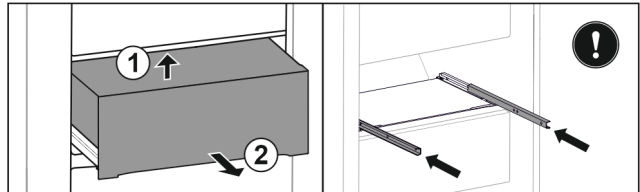

Fig. 29*
- ▶ Levántelo desde la parte inferior hacia atrás Fig. 29 (1)*
- ▶ Extráigalo hacia delante Fig. 29 (2)*